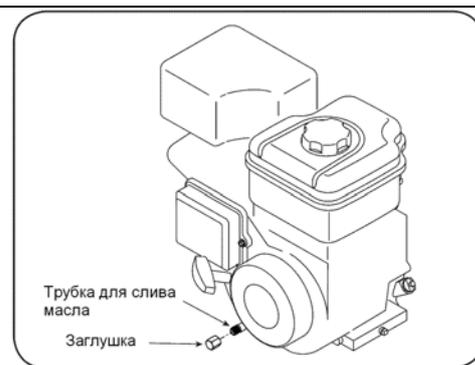

Рис.13
3. Отверните сливную заглушку, расположенную на трубке слива масла в основании двигателя, и слейте масло в подходящую емкость. Рис. 13.